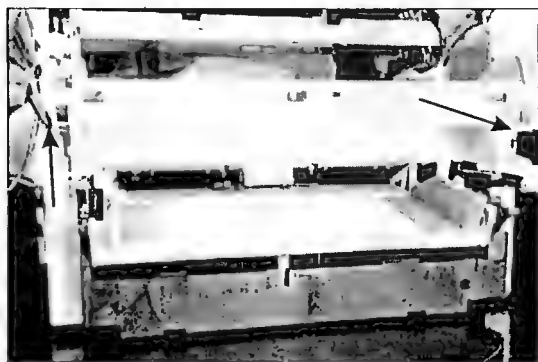

Рис. 6.31
- Откручивают два винта (рис. 6.31).